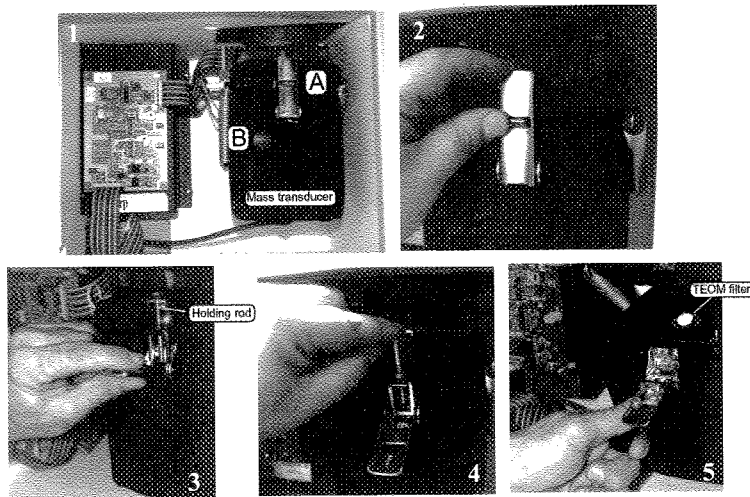

图 2-15 打开质量传感器
(1) 在控制单元上按<Data Stop>键,然后打开传感器单元门;
(2) 在质量传感器前面有一银色锁扣,其中间有一插销,将插销向上推至打开插销,将黑色球柄向下拉动质量传感器,直至质量传感器被完全打开,以便于更换过滤膜,如图 2-15 所示。